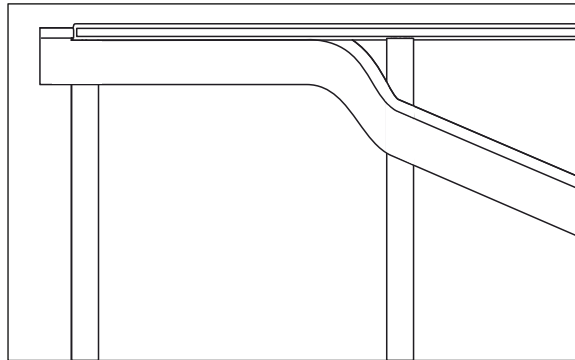

Abb. 1
1. Entnehmen Sie die Wandprofil-Gummidichtung WP-G aus dem Eimer mit Wasser und führen Sie diese in die dafür vorgesehene Fuge in dem Wandprofil ein. Schneiden Sie abschließend die überstehenden Enden ab. Siehe Abb. 1.